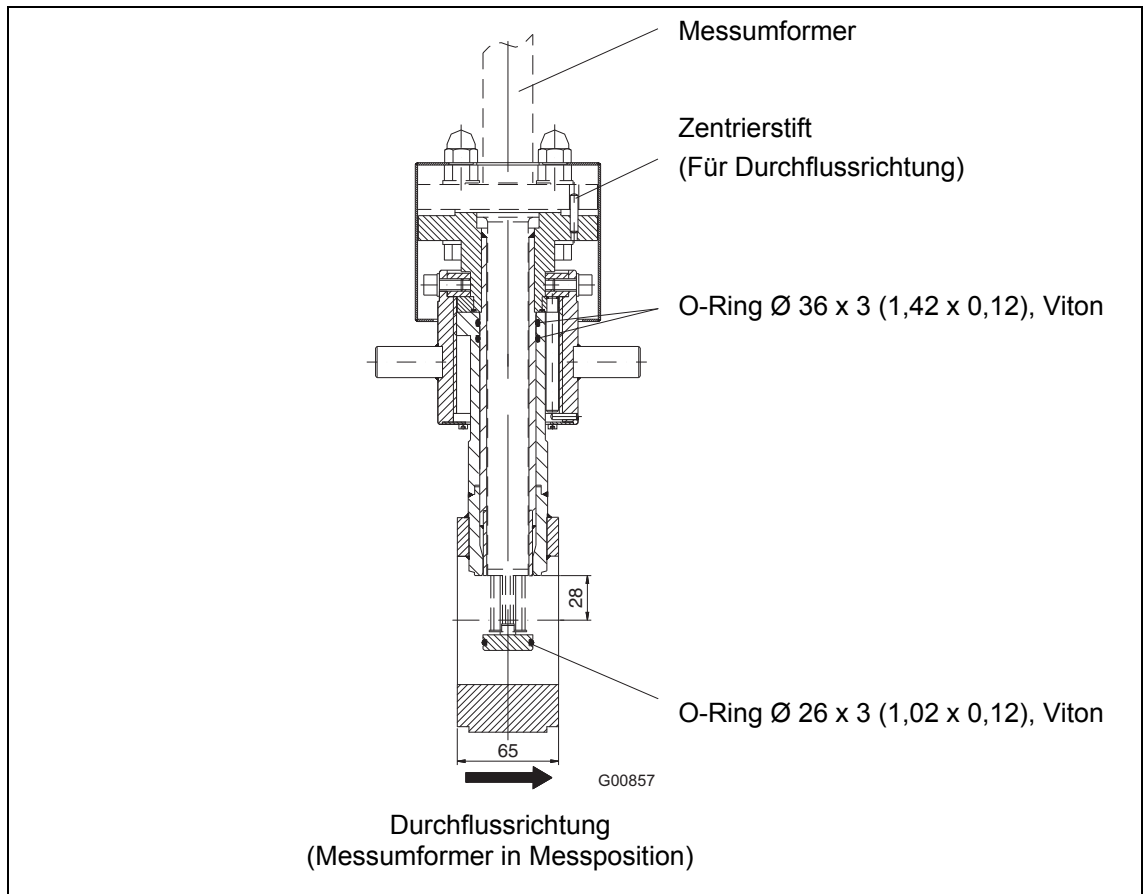

Abb. 16: Maße in mm (inch). Wechselvorrichtung in Zwischenflanschausführung.
- Die beiden innenliegenden Viton O-Ringe 36 x 3 mm (1,42 x 0,12) der Armatur und den Viton O-Ring 26 x 3 mm (1,02 x 0,12) des Führungsrohrs tauschen (siehe Abb. 16). O-Ringe, sowie Gewinde der Überwurfmutter und Gleitring des Führungsrohrs leicht fetten. Bei Sauerstoff-Anwendungen darf hierzu ausschließlich zugelassenes O₂-Armaturenfett verwendet werden (z. B. Krytox GPL-226).